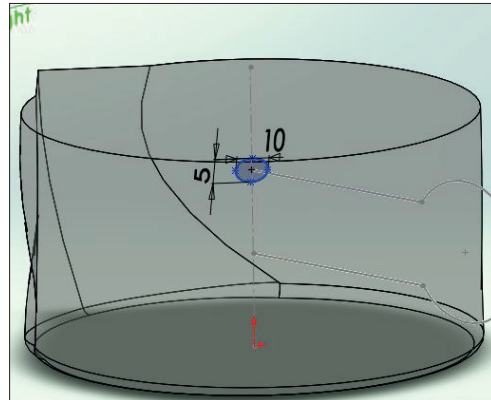
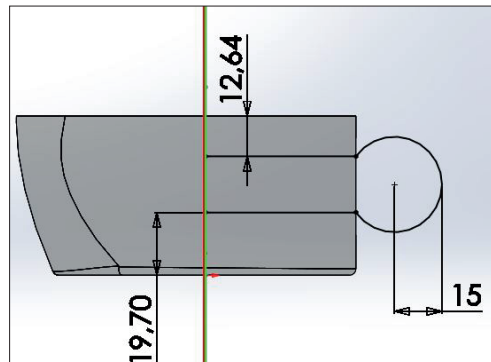

Abb. 23_Glaskanne_Grifferstellung_1, BN
Abb. 24_Glaskanne_Grifferstellung_2, BN
- » Auf der **Ebene rechts** eine Ellipse erstellen (Position der Ellipse siehe Abb. 23 bzw. Abb. 24)